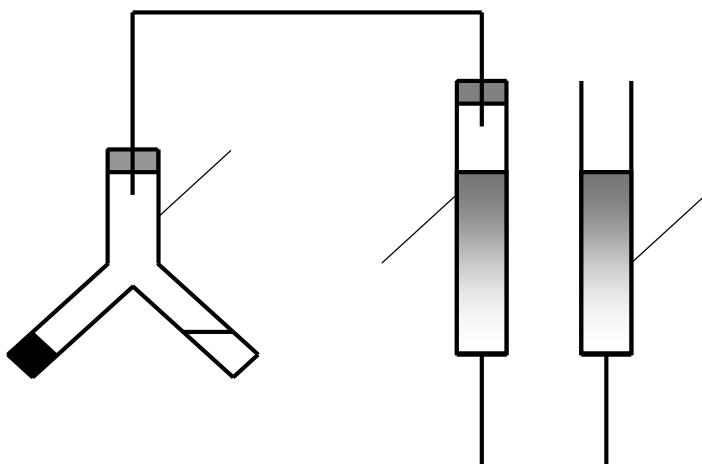

Рисунок 1. Схема прибора для определения объема выделившегося газа: 1 – измерительная бюретка, 2 – двухколленная пробирка Оствальда, 3 – уравнительная бюретка.
Определение производят с помощью прибора (рис. 1), состоящего из измерительной бюретки (1) на 25...50 мл, двухколленной пробирки Оствальда (2) и уравнительной склянки или бюретки (3). Бюретки укрепляют в штативе и заполняют насыщенным раствором хлорида натрия. В исходном состоянии жидкость в сосудах 1 и 3 должна находиться на одном уровне.